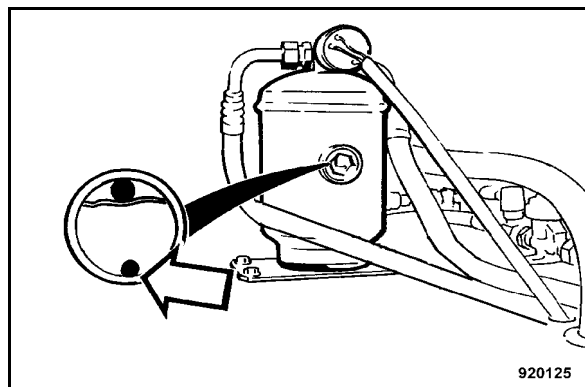

fig. 149
- Vérifier les perles d'humidité (fig. 149) dans le regard du dessicateur.